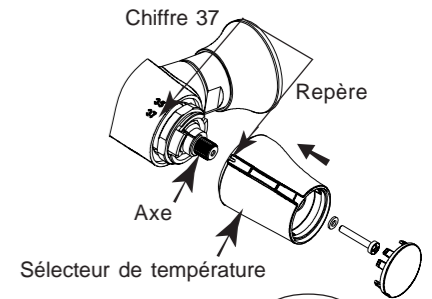

Fig. 3
- Remonter le sélecteur de température (sans tourner l'axe) en alignant le chiffre 37 avec le repère (voir fig. 3), fixer l'ensemble à l'aide de la vis.